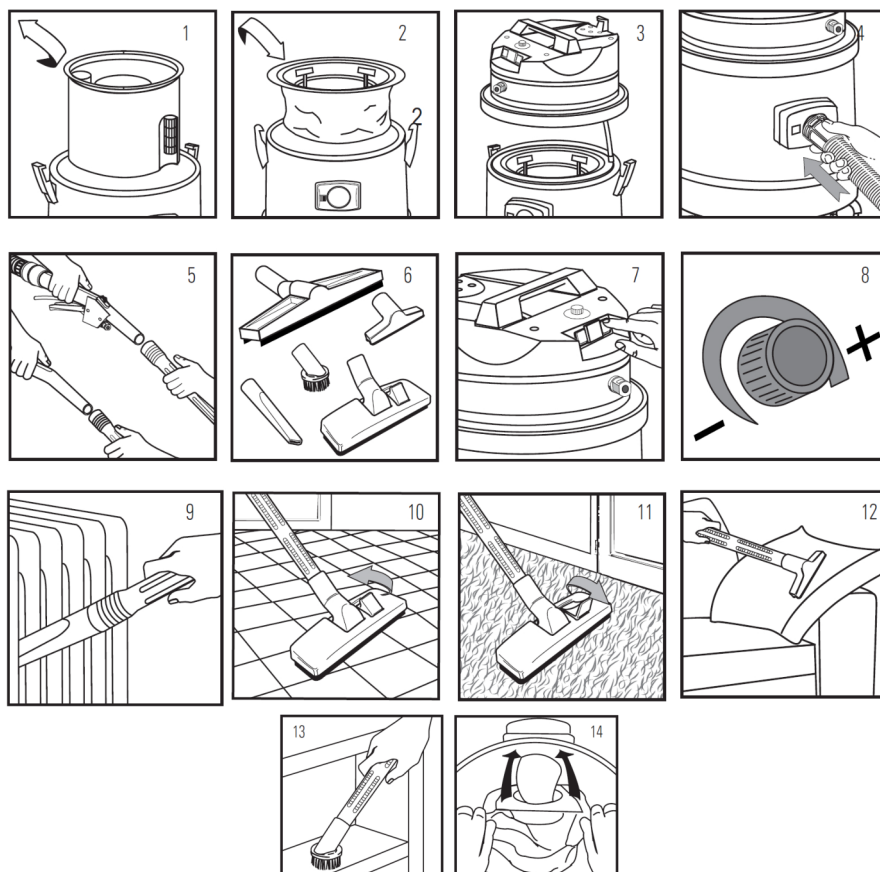

Abb. 4: Trockensaugen
- Flexiblen Schlauch 18 mit Aspirationsschlauch 20 verbinden (Bild 4)
- Flexschlauch 18 mit Aspirationschlauch 20 verbinden (Bild 4)
- Flexschlauch 18 mit Aspirationsschlauch 20 verbinden (Bild 4)